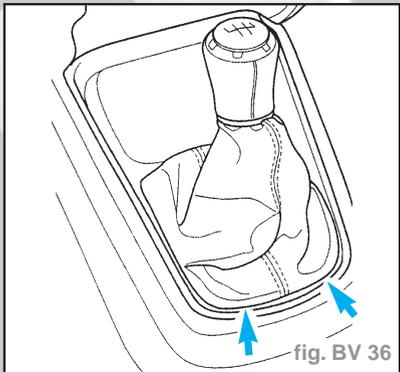

fig. BV 36
- Soulever avec précaution le cache et la console centrale en faisant levier (flèches) (fig. BV 36).